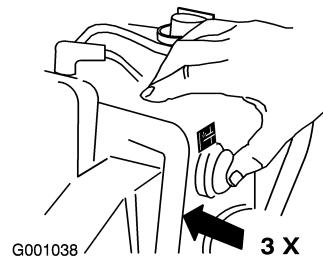

Figure 29
6. Appuyez fermement à 3 reprises sur l'amorceur avec le pouce en marquant une pause d'une seconde chaque fois (Figure 29).